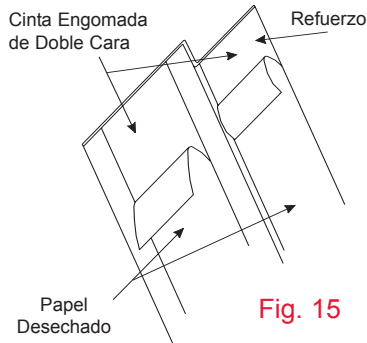
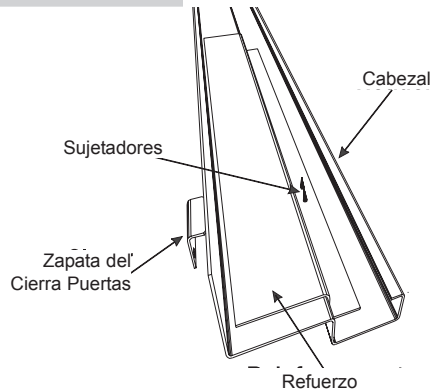

Fig. 15
Fig. 16
- 2 Exponga la cinta engomada de doble cara removiendo el papel trasero en dos pedazos (fig 15) presione en posición para asegurar la manga al cabezal (Fig 16).